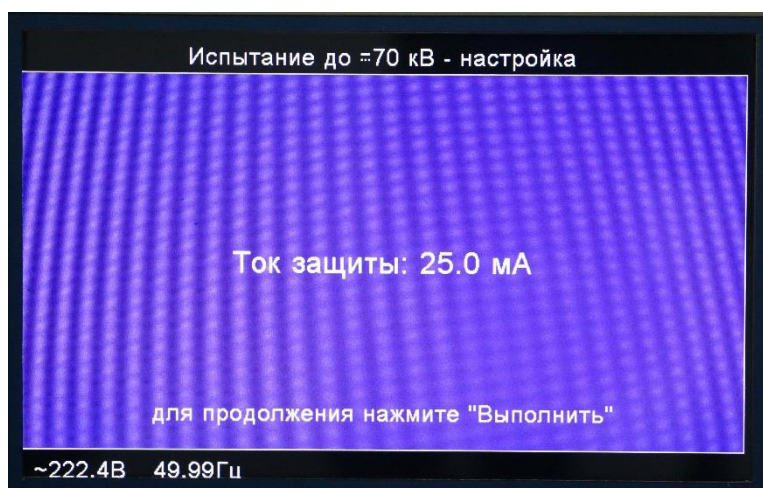

Рис.8.2
8.2.2. Установить требуемый ток защиты (рис.8.2) Нажать кнопку блока управления «ВЫПОЛНИТЬ». Ток защиты может быть установлен в пределах 1,0 мА – 25,0 мА с шагом 0,5мА.